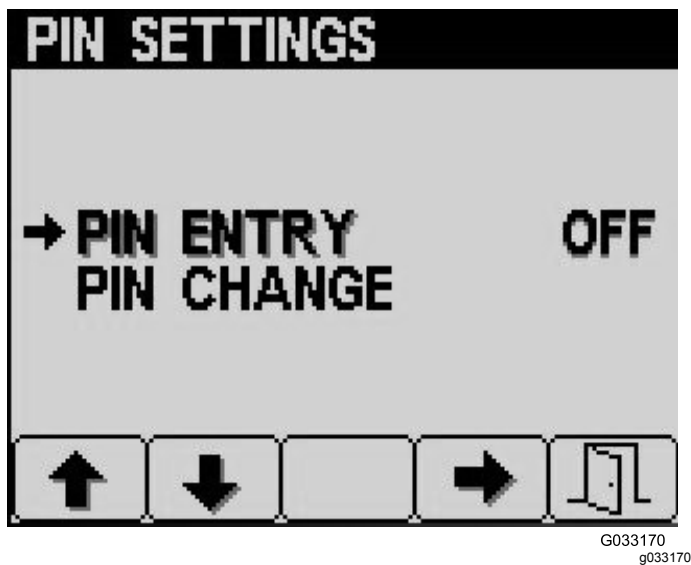

Figura 22
- Desde la pantalla Configuración del PIN, pulse el botón 4 para seleccionar Introducción del PIN (Figura 22).
- Pulse el botón 2 hasta llegar a Cambiar PIN en la pantalla Configuración del PIN, y pulse el botón 4 para seleccionar Cambiar PIN (Figura 22).